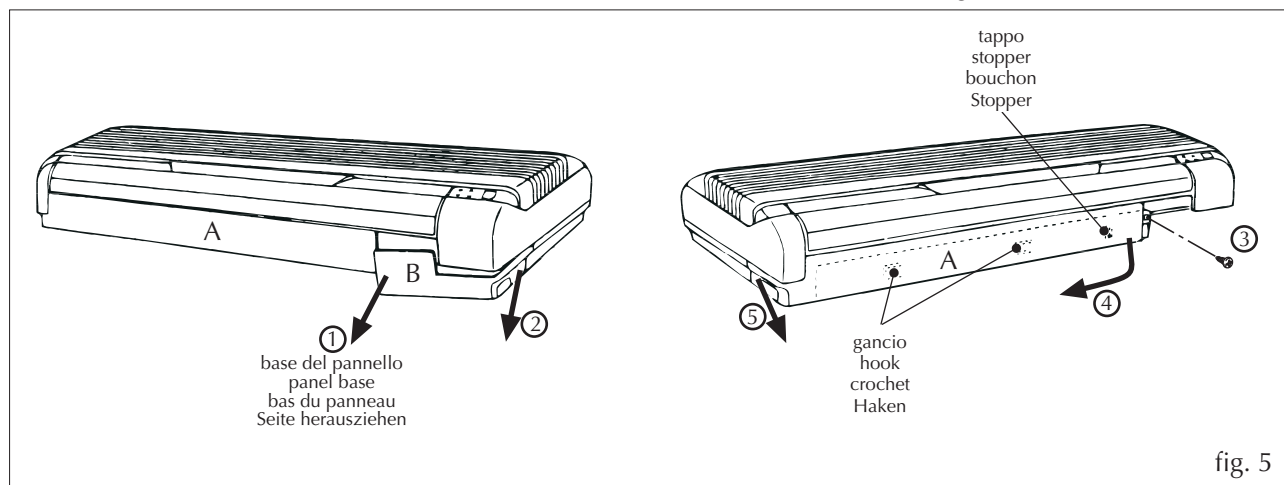

fig. 5
(To pull as the arrow direction showed figure 5- ①).
(To pull as the arrow direction showed figure 5- ②)
(Figure 5- ③).
- To loosen inside stopper, pull the right side of base case A forward and slide base case A toward left side, so can release two fixed hooks (Figure 5- ④)
- Allentare le viti a croce alla base del pannello A e toglierlo (Fig. 5- ③).
- Allentare il tappo interno, tirare la parte destra alla base del pannello A in avanti e fare scivolare il pannello A verso la parte sinistra, in modo da sganciare i due ganci fissati (Figure 5- ④)